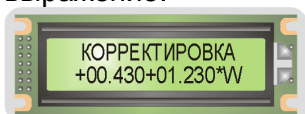

Рис. 11.1. Вид ЖКИ БУК при вводе поправки в корректировочное выражение
12.2. Корректировочное выражение имеет вид, приведенный на рис. 11.1:
$a$  – текущее значение первого слагаемого корректировочного выражения ( $a = 0,43$  на рис. 11.1);
$b$  – текущее значение коэффициента при втором слагаемом корректировочного выражения ( $b = 1,23$  на рис. 11.1).
- нажать кнопку «4», затем «ВВОД», при этом на ЖКИ БУК откроется корректировочное выражение (см. рис. 11.1), мигающий курсор находится на первом слагаемом, он указывает разряд числа, который будет отредактирован при очередном нажатии цифровой кнопки;